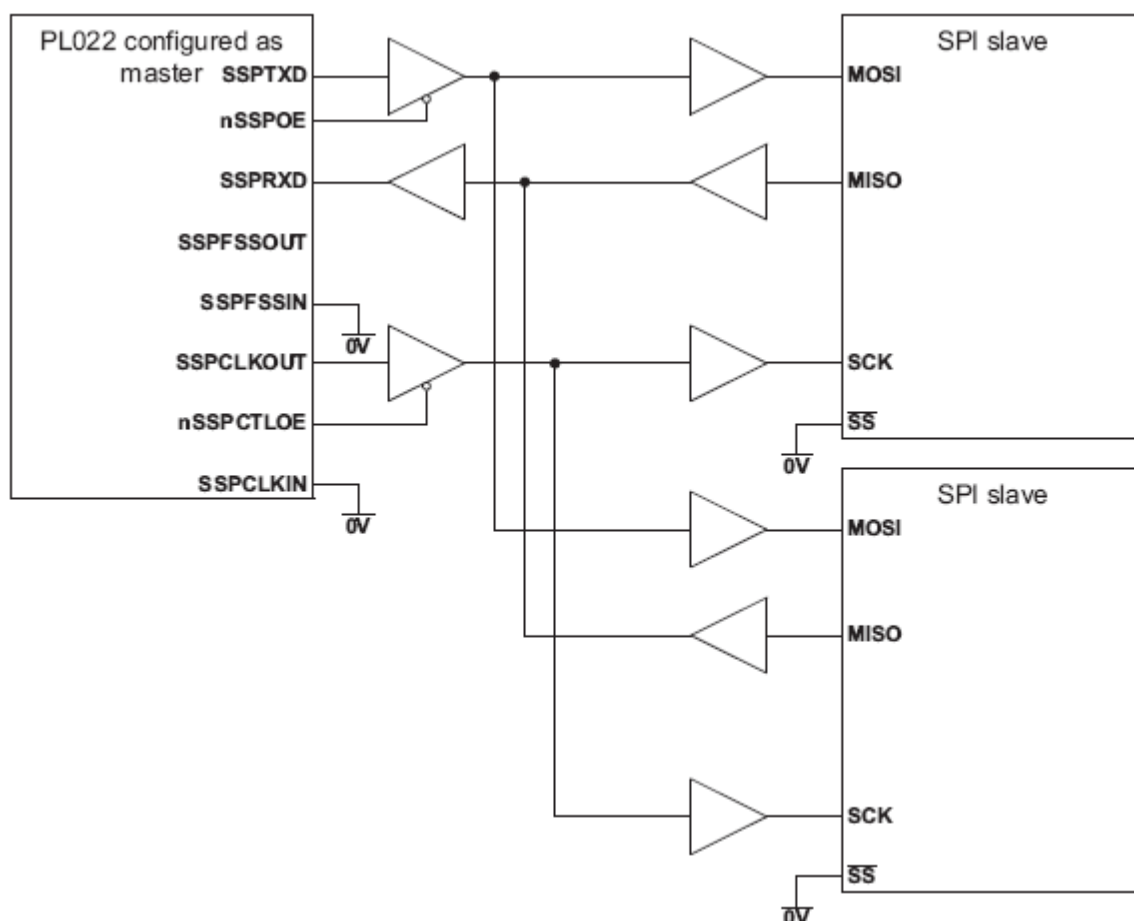

Рисунок 141 – Ведущее устройство SSP подключено к двум ведомым, поддерживающим SPI
Рисунок 141 показывает подключение модуля SSP, сконфигурированного как ведущее устройство, к двум ведомым устройствам, поддерживающим протокол SPI фирмы Motorola. Внешние устройства сконфигурированы как ведомые, путем установки в низкий логический уровень сигнала выбора ведомого устройства Slave Select (SS). Как и в предыдущем примере, ведущее устройство способно передавать данные в адрес ведомых по кругу по линии SSP_TXD. Ответная передача данных на входную линию SSP_RXD ведущего устройства, одновременно осуществляется только одним из ведомых по соответствующей линии MISO.